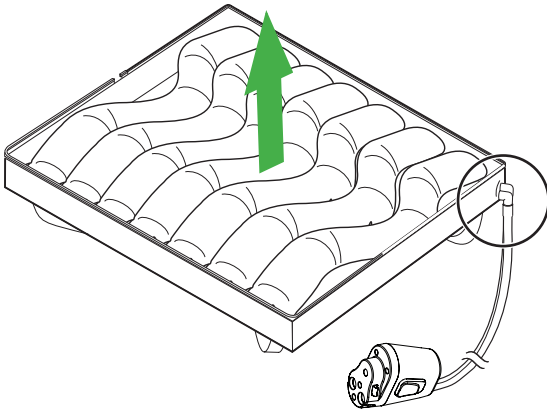

図 40
- シートクッションの内のセルが椅子全体に水平に置かれ、「V」形状の先端が前を向いている。図 40 を参照してください。